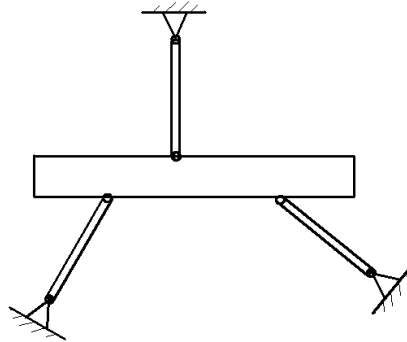

Рис. 7
- Если тело удерживается в равновесии при помощи жестких стержней, шарнирно соединенных с телом и с опорами, то реакции направлены по стержням от тела или к телу (рис. 7).